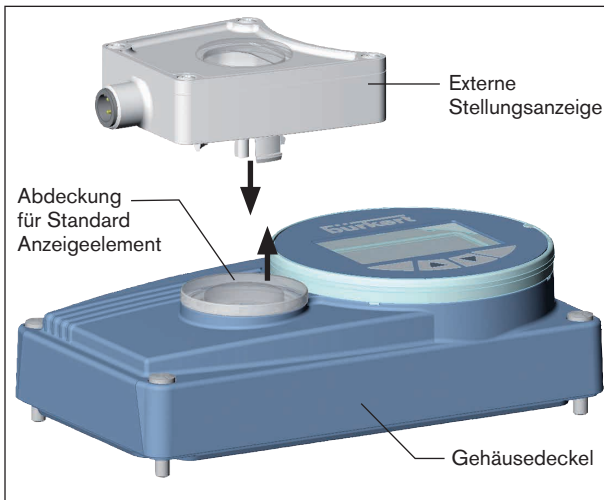

Bild 2: Externe Stellungsanzeige aufstecken
- Abdeckung der Standard-Stellungsanzeige aus dem Gehäusedeckel herausdrücken (siehe „Bild 2“).
- Externe Stellungsanzeige in die runde Aussparung des Gehäusedeckels setzen und nach unten drücken bis sie einrastet (siehe „Bild 2“).